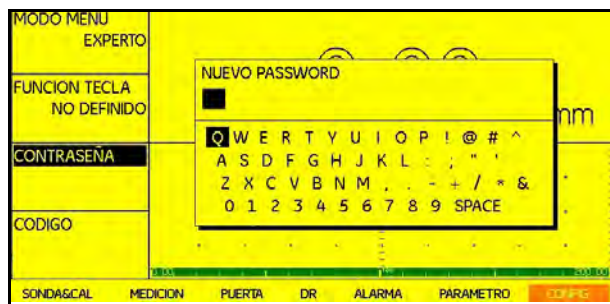

Figura 17: Ventana Función contraseña
2. Utilice el joystick ( joystick icon ) para seleccionar la función **CONTRASEÑA** y muévelo ( joystick icon ) para abrir la ventana de contraseña (Figura 17 siguiente).